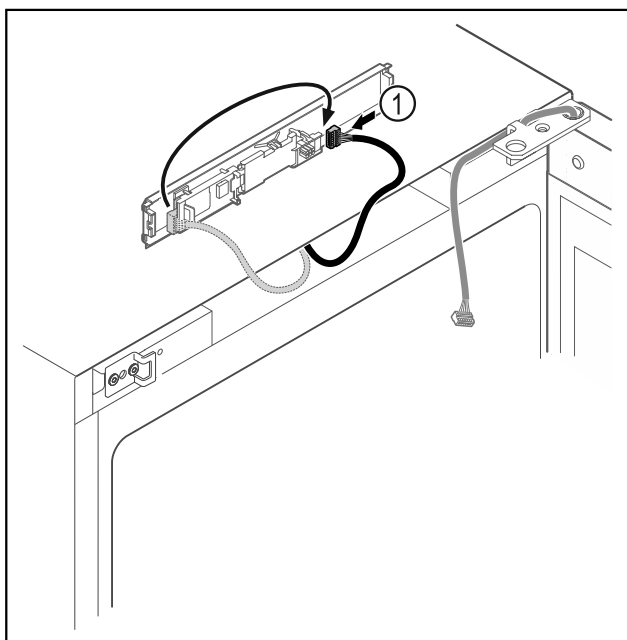

Fig. 8
- ▶ Μεταφέρετε το φισ Fig. 8 (1) στην πλακέτα.